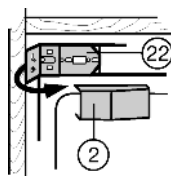

Fig. 17
- ▶ Seitenteil des Befestigungswinkels *Fig. 17 (22)* einklappen.
- ▶ Abdeckung *Fig. 17 (2)* wieder aufrasten.
- ▶ Alle Löcher mit Stopfen *Fig. 17 (30,5)* verschließen.